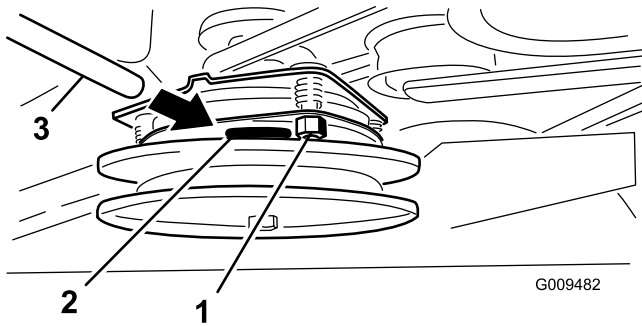

Figure 58
3. Serrez les contre-écrous jusqu'à ce la jauge d'épaisseur résiste légèrement mais puisse bouger facilement dans l'entrefer (Figure 58).